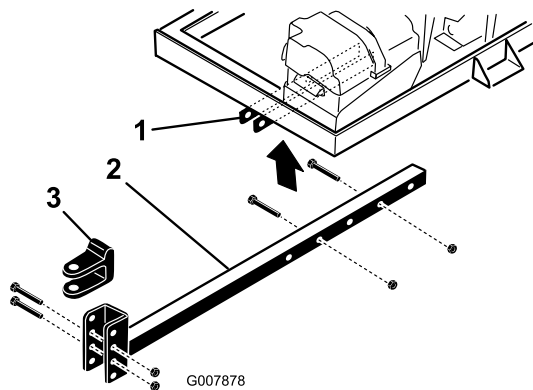

Figure 8
2. Insérez le tube d'attelage dans les supports du châssis (Figure 8). Fixez le tube au châssis avec 2 boulons (3/8 x 3") et écrous à embase (3/8 pouce).
- Enlevez les boulons et les contre-écrous de fixation de la chape d'attelage (Figure 8) au tube d'attelage.
- Retirez les boulons et écrous qui fixent le tube d'attelage aux supports du châssis (Figure 8).